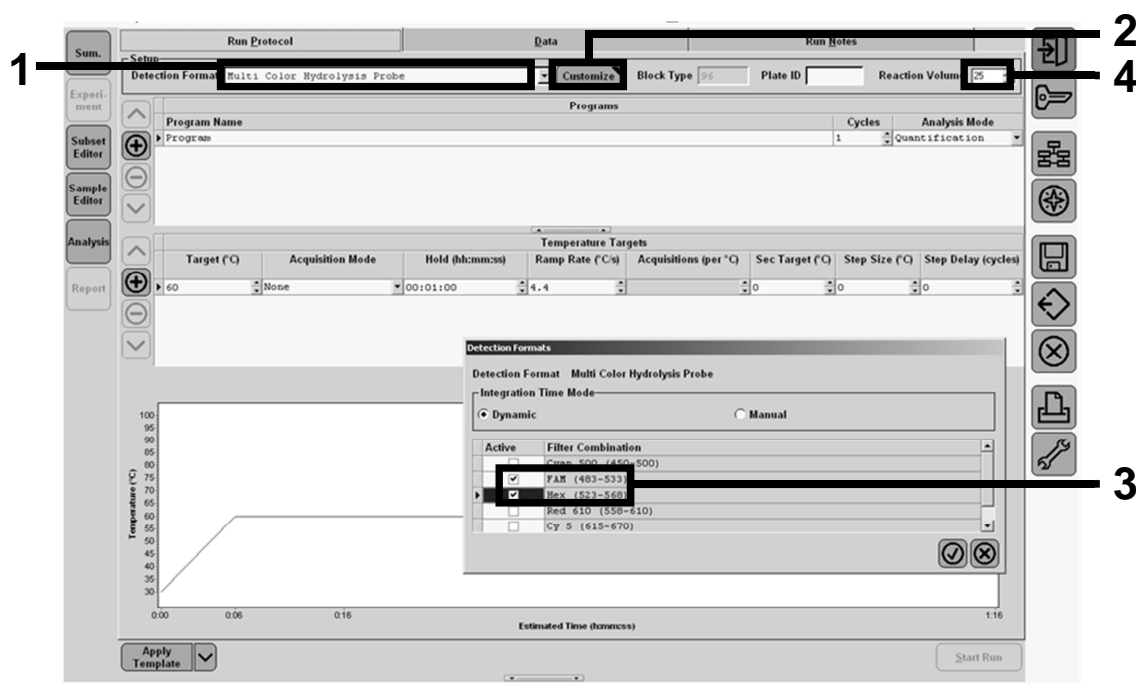

Figure 21. LightCycler 480 I : définition du format de détection
- 11a. LightCycler 480 I : sélectionner « Multi Color Hydrolysis Probe » (Sonde d'hydrolyse multicolore), cliquer sur « Customize » (Personnaliser) puis vérifier que les canaux « FAM (483-533) » et « Hex (533-568) » (c'est-à-dire VIC) sont sélectionnés (figure 21). Définir le volume réactionnel à 25 μ L (figure 21) et continuer avec l'étape 12.